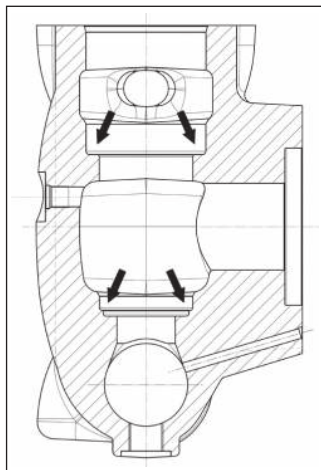

Fig. 98
Avant de remplacer les groupes soupape, nettoyer et essuyer parfaitement leurs sièges respectifs ménagés dans la tête hydraulique et indiqués par les flèches (rep. ①, Fig. 98).